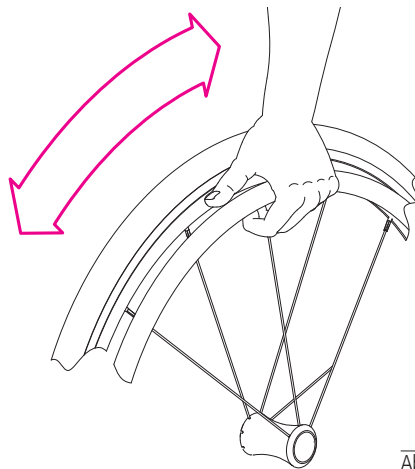

Abb.12
1. Greifen Sie dazu die Greifreifen mit der Hand und drehen Sie das Rad nach vorne bzw. hinten (Abb. 12). Dabei wird die Hand mit dem Daumen in Fahrtrichtung auf den Greifreifen gelegt und die anderen Finger umschließen zur Faust geformt den Greifreifen.